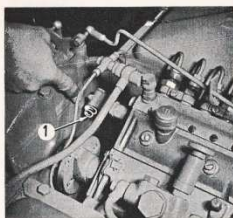

Figure 8
2. enfoncer le bouton (1 - fig. 8) de surcharge au démarrage, situé sur la pompe d'injection, (en général sur les moteurs de groupes industriels);